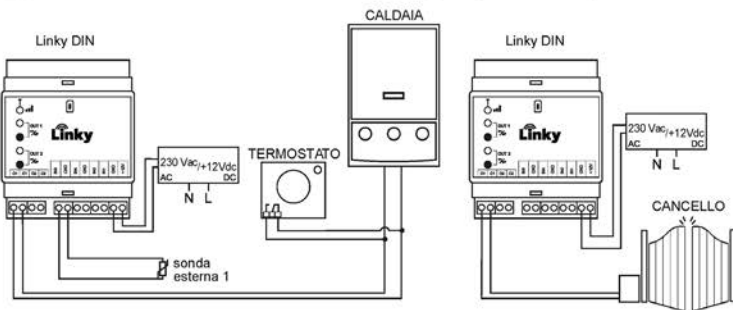

Fig.9
2. Eseguire i collegamenti elettrici seguendo lo schema di collegamento più appropriato (Fig.9).
Gli esempi di collegamento riportati in Fig. 4 (modello WALL) e Fig.9 (modello DIN) rappresentano la modalità classica di installazione di Linky come cronotermostato. L'OUT1 è collegato in parallelo al termostato ambiente preesistente, di conseguenza quando tale uscita è disattiva la temperatura viene regolata tramite il termostato ambiente preesistente.